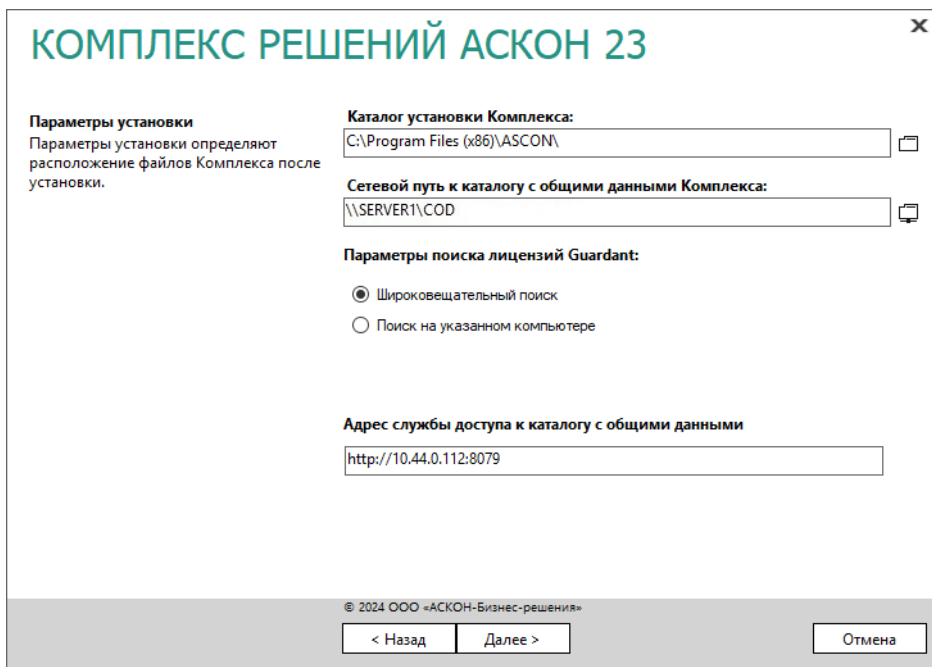

Рис. 4.26
1. Укажите полное имя каталога, в который будут установлены указанные компоненты **Комплекса** (рис. 4.26). При необходимости воспользуйтесь кнопкой **Выбрать**, чтобы указать каталог в стандартном окне Windows.